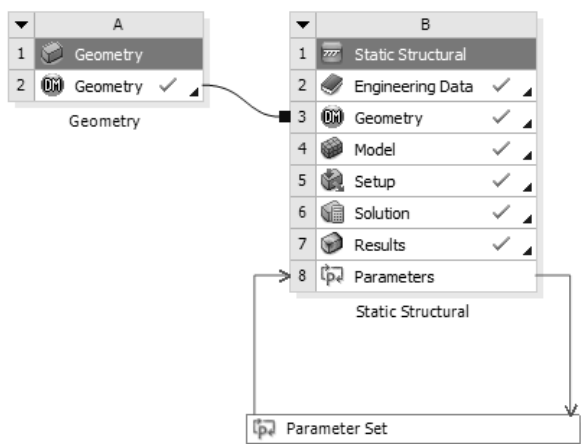

图 2.3.16 项目列表
(1) 定义完设计参数后，切换到主界面，此时的项目列表如图 2.3.16 所示，双击 **Parameter Set** 选项，进入设计参数管理界面，可以在“Outline of All Parameters”窗口查看已经定义的各项参数，如图 2.3.17 所示。